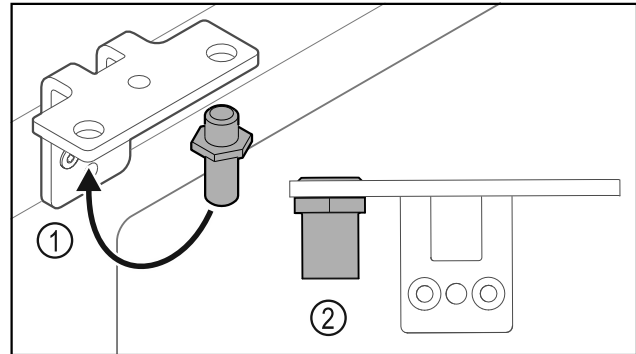

Fig. 23
- ▶ Helyezze át a csuklópántban a csapszeget Fig. 23 (1).
- ▶ Húzza meg a csapszeget Fig. 23 (2) **12 Nm-es forgatónyomatékkal**.